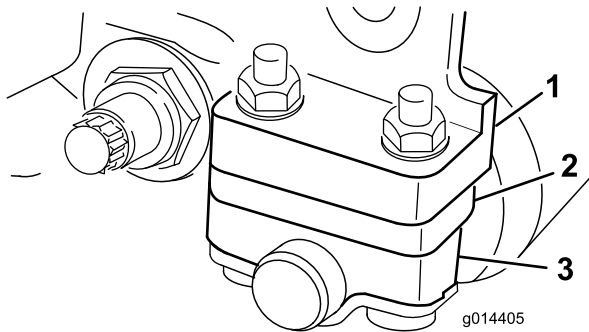

图 8
1. 按照 剪草高度和底刀选择表 (页码 9) 通过将所需数量的隔片放置在侧板安装法兰 (图 8) 下方将后滚轮支架调整到所需的剪草高度范围。